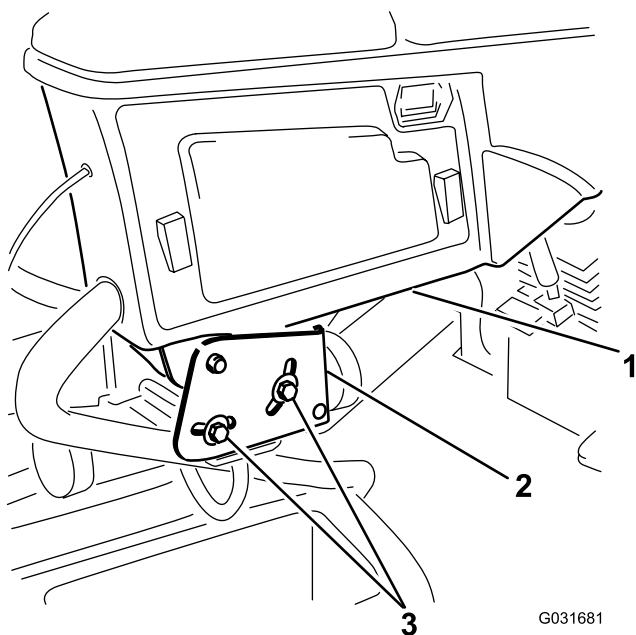

図 2
1. コントロールアームをリテーナブラケットに固定している2本のボルトをゆるめる 図 2。